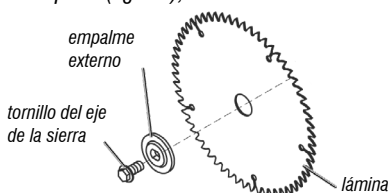

Fig. 14 – Extracción de la lámina
- Remueva el tornillo del eje de la sierra, la brida externa y la lámina. No remueva la brida interna de la máquina (fig. 14);